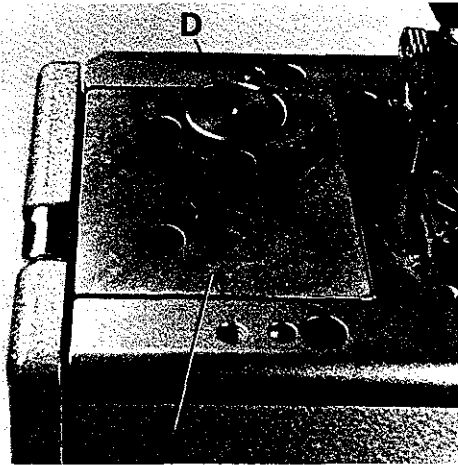
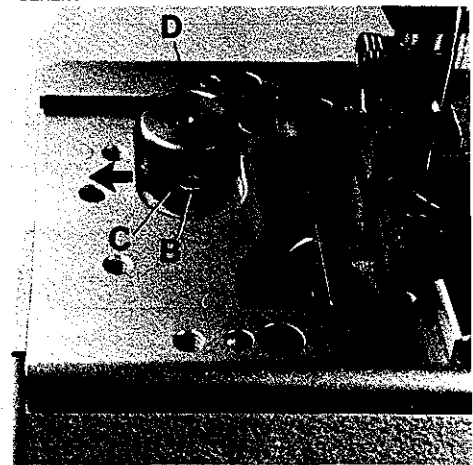
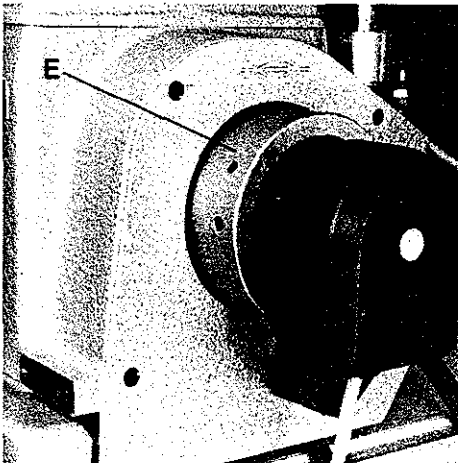

Fig.8
Fig.9
Fig.10
Before the machine leaves the factory, the stitch length change mechanism is locked. After removing cover (A, Fig. 8) and loosening screw (B, Fig. 9) lever (C) can be swung in the direction of the arrow to the left to unlock the stitch length change mechanism. The required hexagon socket wrench is a component of the machine accessories.
The stitch length is changed by slightly pressing stop bolt (D, Figs. 8 and 9) and simultaneously rotating pulley (E, Fig. 10). Within one revolution of the pulley stop bolt (D, Fig. 8) engages and the stitch length change starts. Rotating pulley clockwise shortens the stitch, rotating it counterclockwise increases the stitch.
Vor dem Versand der Maschine wird die Stichtlängenverstellung blockiert. Entfernt man den Deckel (A, Fig. 8) und löst die Schraube (B, Fig. 9), kann der Hebel (C) in Pfeilrichtung nach links geschwenkt werden und die Arretierung der Stichtlängenverstellung ist aufgehoben. Der benötigte Sechskantschraubendreher ist im Zubehör der Maschine enthalten.
Die Stichtlänge wird durch leichtes Drücken auf den Rastbolzen (D, Fig. 8 und 9) und gleichzeitiges Drehen der Handrad-Riemenscheibe (E, Fig. 10) eingestellt. Nach spätestens einer Umdrehung der Handrad-Riemenscheibe rastet der Rastbolzen (D, Fig. 8) ein und die Stichtverstellung beginnt. Drehen der Handrad-Riemenscheibe im Uhrzeigersinn verkleinert den Sticht, drehen im Gegenuhrzeigersinn vergrößert ihn. Nach dem Einstellen der gewünschten Stichtlänge kann, wenn notwendig, die Stichtlängenverstellung wieder blockiert werden. Montieren Sie den Deckel wieder.